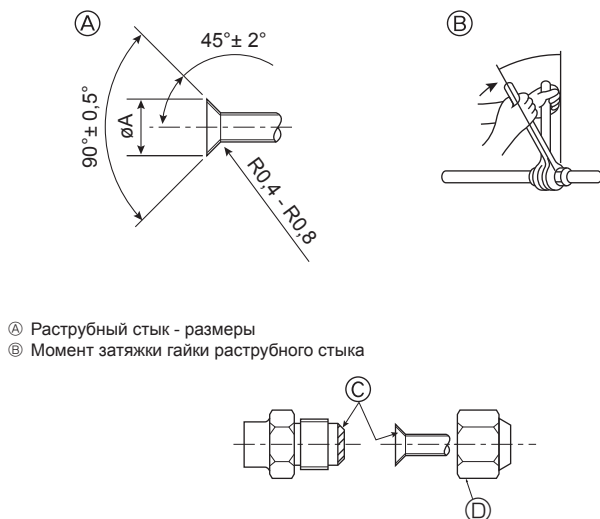

Fig. 4-8
А (Fig. 4-8)
В (Fig. 4-8)
4.2. Соединение труб (Fig. 4-8)